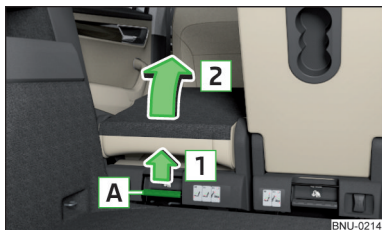

Fig. 90
- › Trageți maneta **A** » fig. 90 în sensul săgeții **1** și ridicați scaunul în sensul săgeții **2**.